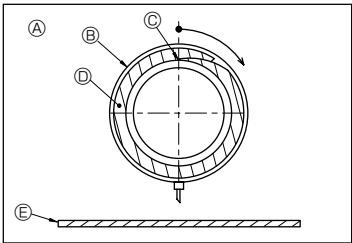

Fig. 3-6
5. Aísle el puerto de drenaje y el tubo de desagüe con material aislante ⑦ y sujételos con una banda. (Tanto la banda como el material aislante vienen incluidos con el equipo.) (Fig. 3-6)
[Fig.3-6]